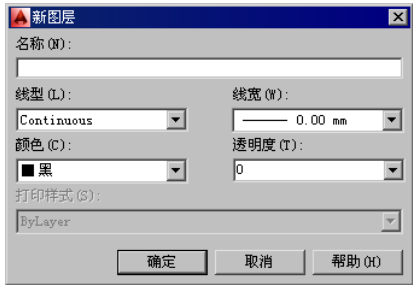

图 9.2.5 “新图层”对话框
- **转换自 (F)** 选项组：该选项组列出了当前图形中所有的图层，可以直接单击要被转换的图层，也可以通过“选择过滤器”来选择。
- **转换为 (T)** 选项组：该选项组显示了标准的图层名或要转换成的图层名称。单击 **加载 (L)...** 按钮，在系统弹出的“选择图形文件”对话框中，可以选择作为图层标准的图形文件，其图层结构会显示在 **转换为 (T)** 列表中；单击 **新建 (N)...** 按钮，在系统弹出的图 9.2.5 所示的“新图层”对话框中，可以创建新的图层作为转换匹配图层，新建的图层也会显示在 **转换为 (T)** 列表中。
- **映射 (M)** 按钮：单击该按钮，可以将 **转换自 (F)** 列表中选中的图层映射到 **转换为 (T)** 列表中选中的图层，当图层被映射后，它将从 **转换自 (F)** 列表中删除。注意：只有在 **转换自 (F)** 选项组和 **转换为 (T)** 选项组中都选择了对应的转换图层后，**映射 (M)** 按钮才可以使用。